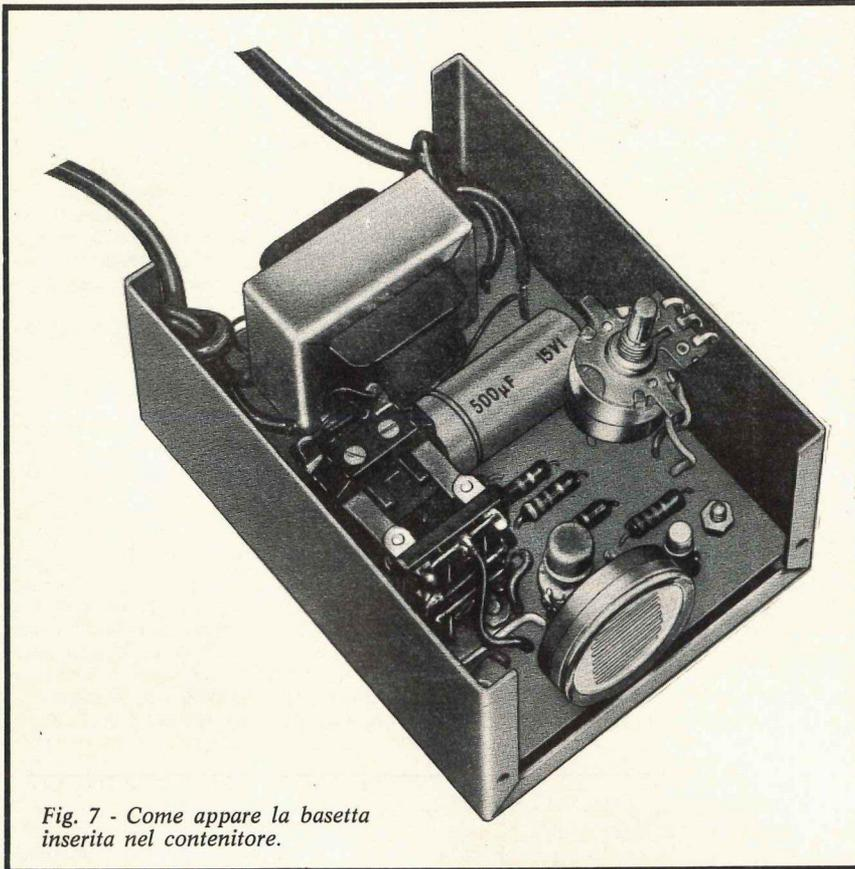

Fig. 7 - Come appare la basetta inserita nel contenitore.
La fig. 7 indica il fissaggio della basetta nel contenitore.
N.B. - E' bene introdurre i cavi con presa e spina nei rispettivi fori praticati sul coperchio e annodarli come si può notare dalla citata fig. 7, ciò al fine di evitare che strappi causati involontariamente si ripercuotano sui terminali.